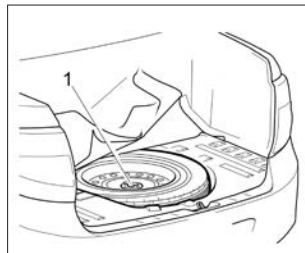

Рис. 51. Укладка запасного колеса
– вращая специальным ключом **2** зубчатый сектор **3** против часовой стрелки опустите автомобиль. Освободите домкрат. Подтяните болты и проверьте давление в шине. По окончании работ уложите замененное колесо в нишу багажного отделения, закрепите его винтом **1** (рис. 51) и закройте нишу ковриком.